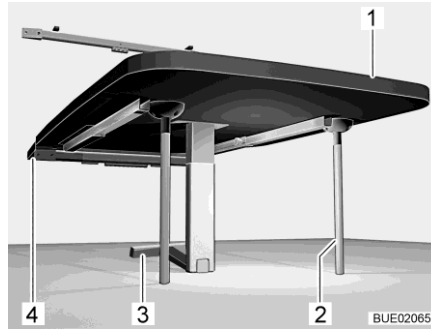

Bild 134 Hängetisch als Bettunterbau
- Tischplatte (Bild 134,1) vorn anheben.
- Unteren Teil des Gelenkstützfußes (Bild 134,3) um 90° umklappen.
- Zwei zusätzliche Stützfüße (Bild 134,2) in Aufnahmen an der Unterseite der Tischplatte einsetzen.
- Tisch in die untere Halteleiste (Bild 134,4) einsetzen und verriegeln.